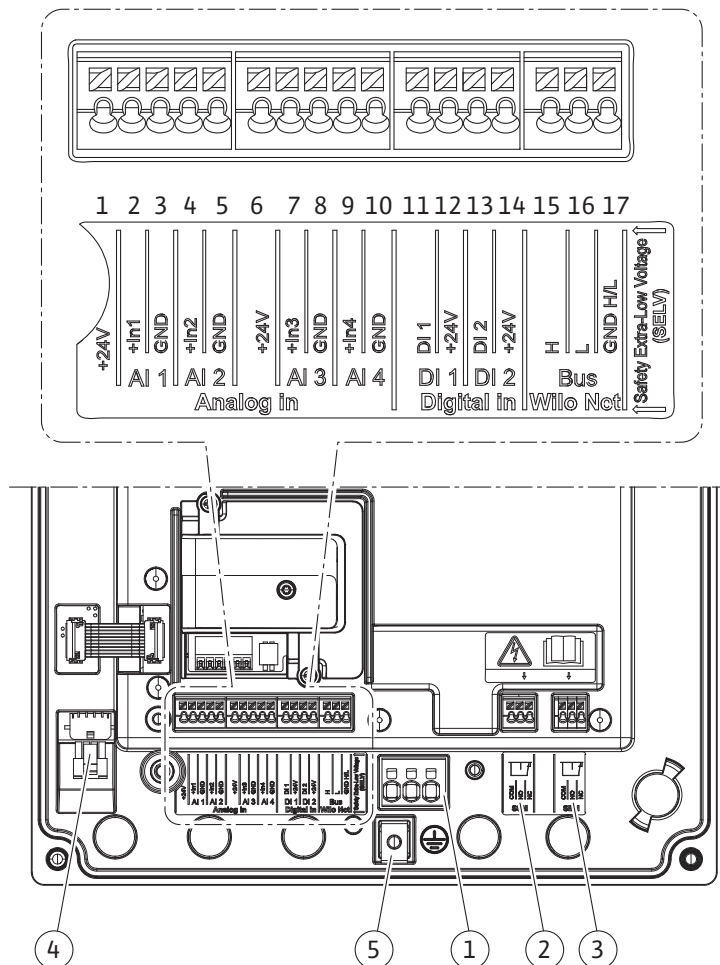

Fig. 19: Vista geral dos terminais no módulo
4. Passar o cabo de ligação de rede através do prensa-fios M25 (Fig. 19, pos. 1). Apertar o prensa-fios com os torques indicados.